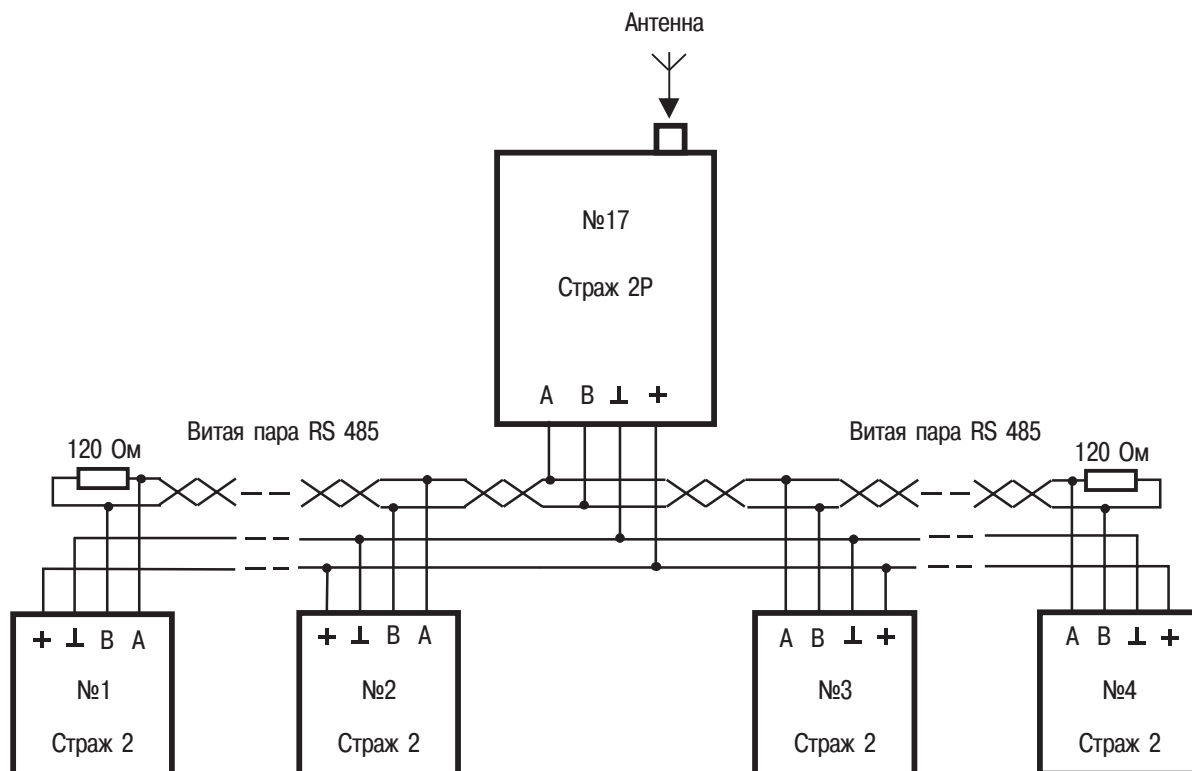

Рис.2.3. Схема включения Сигнализации «Страж 2» в охранную сеть.
2.9.1. Соединения необходимо выполнять, руководствуясь схемой, указанной на Рис. 2.3.